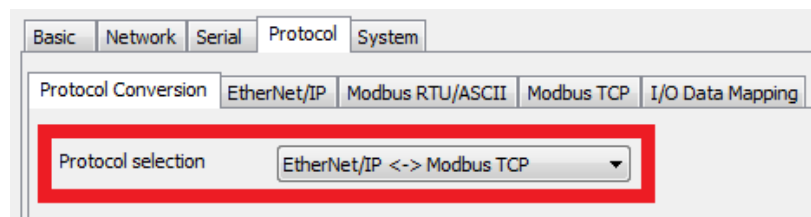

Рис. 6
1.4 Перейдите во вкладку **Protocol** → **Protocol Conversion** для настройки параметров преобразования протоколов (Рис. 6). В нашей архитектуре выполняется преобразование протоколов **EtherNet/IP <=> Modbus TCP**.